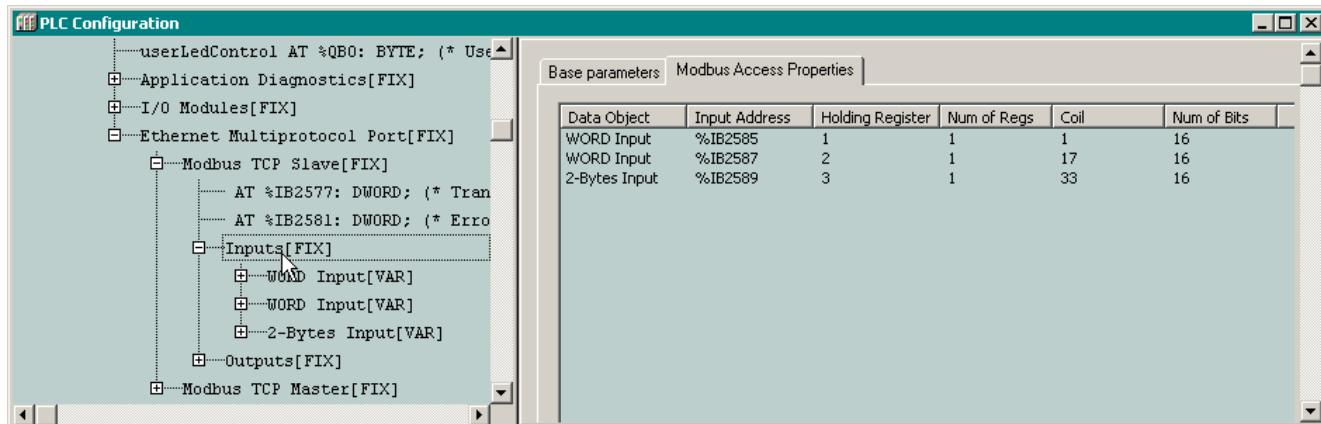

Рис. 34. Область входных данных сервера MODBUS
Области памяти контроллера, отображаемые на множества регистров и битовых полей сервера MODBUS, описываются в секциях *Inputs* и *Outputs* в древовидном списке конфигурации сервера. Секция *Inputs*, показанная на рис. 34, содержит список объектов доступа к данным, поступающим по сети от удаленных клиентов MODBUS.
2. Повторите действие п. 1 еще один раз, после чего раскройте последний из добавленных элементов дерева. Дерево конфигурации примет вид, показанный на рис. 34.